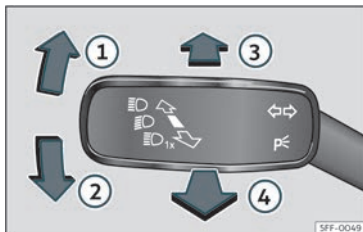

Fig. 86 Panca de intermitentes e de luz de estrada.
- Dende a posición de base, prema cara adiante a panca dos intermitentes e da luz da estrada>>> **fig. 86** . Cando se amose o indicador  na pantalla do cadro de instrumentos, o asistente da luz de estrada estará conectado.
- **OU BEN:** coa luz de estrada conectada, puxe cara atrás da panca dos intermitentes e luz de estrada>>> **fig. 86** .